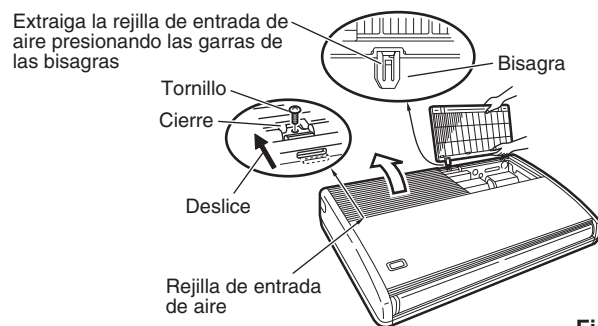
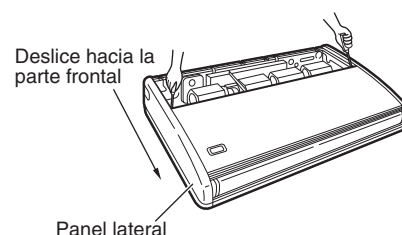

Fig. 3-9
Fig. 3-10
- (5) Antes de suspender la unidad interior del techo, retire los 2 o 3 tornillos del cierre de las rejillas de entrada de aire, abra las rejillas y extraígalas presionando las garras de las bisagras (Fig. 3-9). Después extraiga ambos paneles laterales deslizándolos a lo largo de la unidad hacia la parte frontal después de haber retirado los 2 tornillos de fijación. (Fig. 3-10)